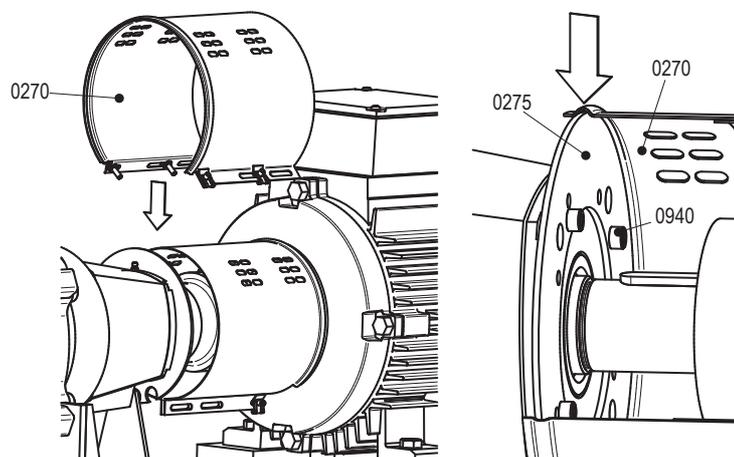

Figure 21: Installation de l'enveloppe côté pompe.
- 7 Dévissez les boulons (0940) et déposez la plaque d'assemblage (0275) du douille de réglage (2240). Voir figure 21.
- 4 Monter la plaque d'assemblage (0275) à la bague de réglage (2240) avec les boulons (0960). Voir figure 21.